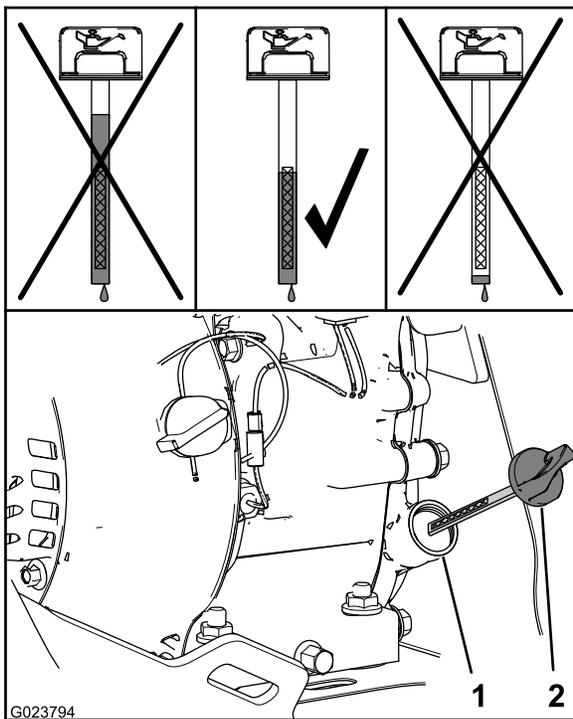

Figure 25
- Sortez de nouveau la jauge et vérifiez le niveau d'huile (Figure 25).
**Remarque:** Le niveau d'huile doit atteindre le haut du repère sur la jauge (Figure 25).
- A. Versez de l'huile spécifiée dans le goulot de remplissage (Figure 25).